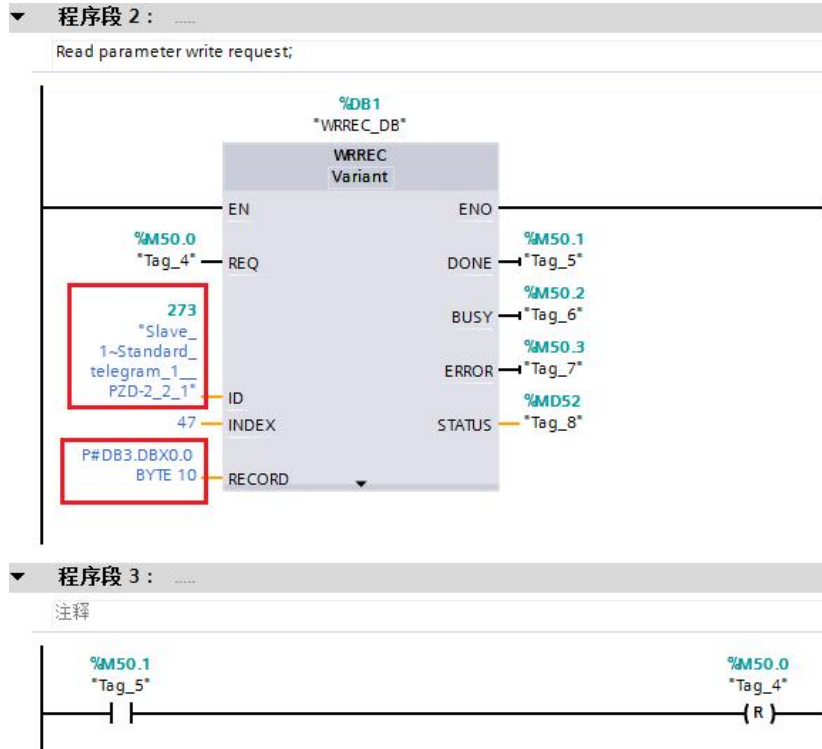

图 3-4 发送“读参数”请求
(1)使用标志位 M50.0 及功能块“WRREC”将读参数请求(数据集为 DB3 开始的 10 个字节)发送至驱动器，见图 3-4。读参数请求数据格式参考表 3-5。将 M50.0 设定为数值 1 启动读参数请求，当读请求完成后必须将该请求置 0，结